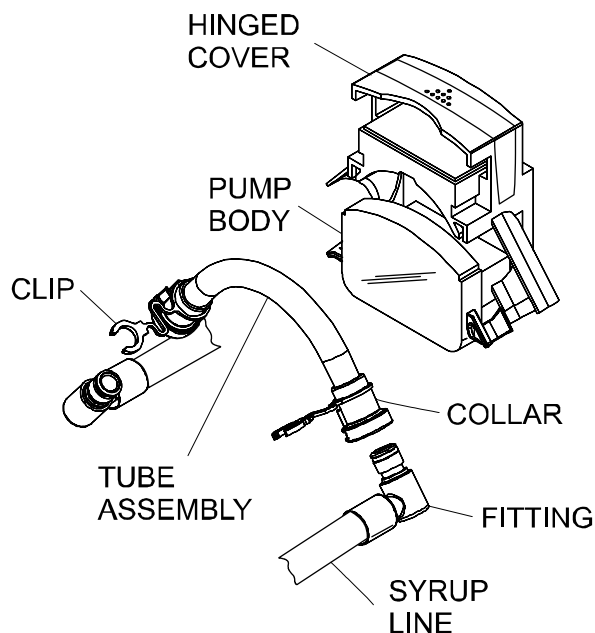

Рисунок 68
13. Возьмите патрубок насоса за оба конца и выньте его из корпуса насоса. (См. рис. 68)